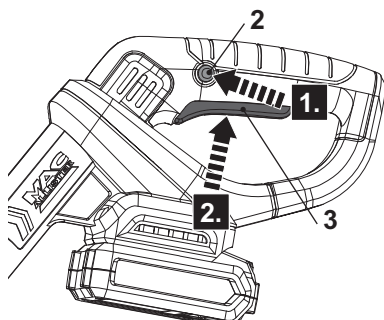

Fig. 16
1. Tenez le produit d'une main par la poignée secondaire (15), et de l'autre main par la poignée principale (1).
2. Appuyez sur le bouton de déverrouillage (2) et maintenez-le dans cette position (Fig. 16, étape 1).
3. Enfoncez l'interrupteur marche/arrêt (3) pour mettre le produit en marche (Fig. 16, étape 2). Relâchez ensuite le bouton de verrouillage.
4. Relâchez l'interrupteur marche/arrêt (3) pour éteindre le produit.